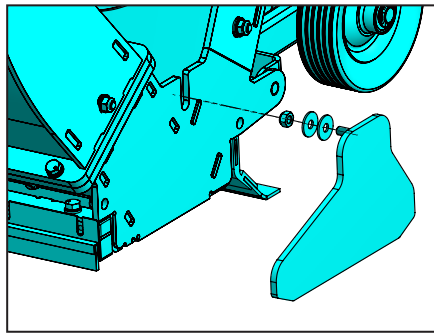

FIG. 26B
2. Fixer la plaque de grenailage des bords (Figures 26B et 26C).